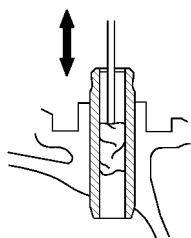

图 1-27 清洁气门导管
(4) 使用气门导管刷和溶剂，清洁气门导管，如图 1-27 所示。